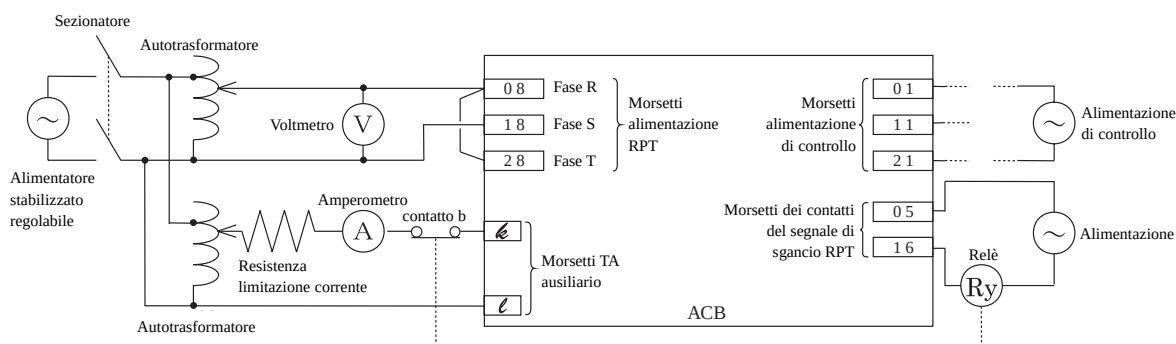

Fig. 45 Disposizione del circuito per la prova della funzione RPT
Disporre il circuito di prova come mostrato in Fig. 45.
- Rimuovere il cablaggio esistente della RPT dall'interruttore, e ricablare in modo che la RPT sia alimentata dall'alimentatore stabilizzato regolabile come mostrato in fig. 45.